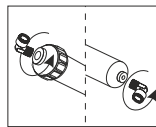

Bild. 4
- 4) Unscrew INLET and OUTLET straight connectors out of old filter cartridge (Fig. 4).
- 4) Die Kupplungen aus der alten Kartusche herausdrehen (am Ein und Ausgang), (Bild 4).